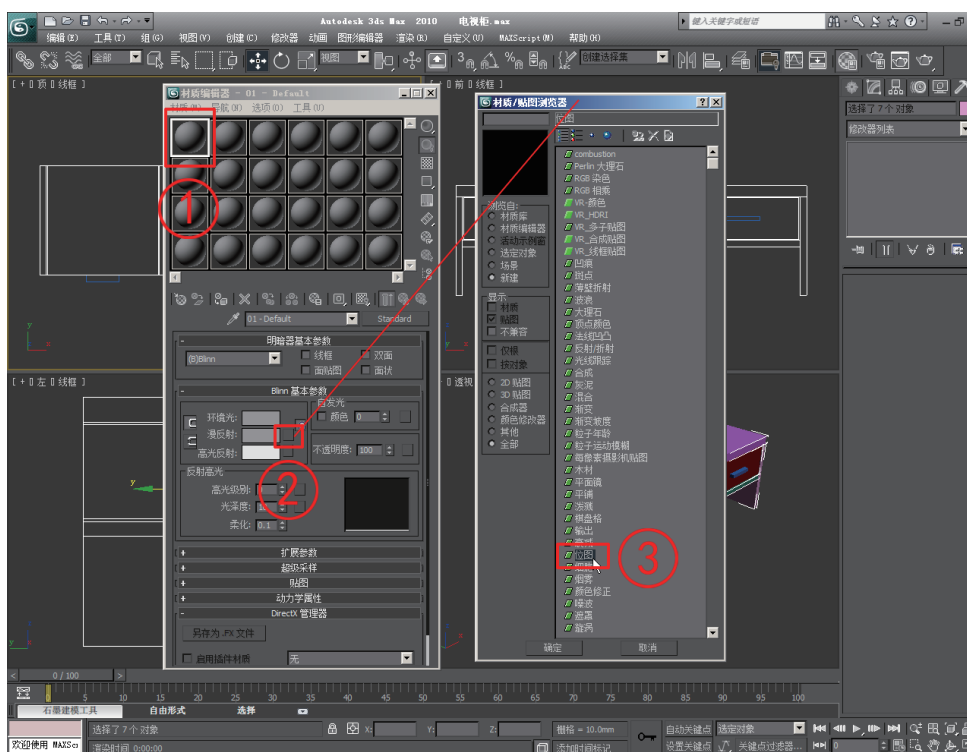

图2-33 选择“位图”选项
(2) 打开材质编辑器, 选择一个材质球, 单击“Blinn基本参数”卷展栏下“漫反射”色块后面的按钮, 在弹出的“材质/贴图浏览器”对话框中双击“位图”, 如图2-33所示。